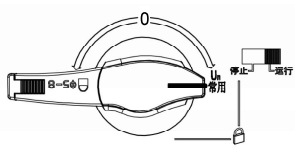

图1：原始状态
- 第一步：产品处于自动状态，且不在双分状态（图1），首先将产品置于“停止”状态，通过手动方式将产品置于挂锁状态（如图3）